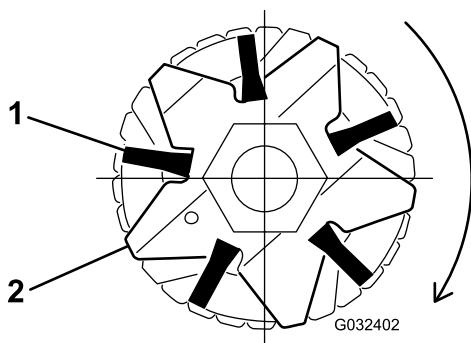

图18
4. 检查刷子是否固定到疏草刀刀片插槽中 图16 和 图18。
5. 宽松地缠绕箍带如图16所示绕着疏草刀滚刀轴和刷子将箍带插入刷子的凹槽中 图18。